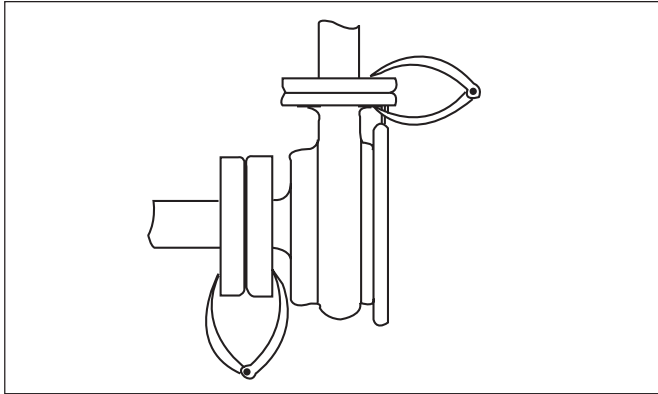

Figure 2
7. Pour obtenir de meilleurs résultats, effectuer l'alignement angulaire des brides d'aspiration et de refoulement à l'aide d'un compas d'épaisseur placé près des trous de boulon (v. Figure 2).